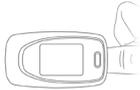

Figura 5. Posizionare il dito
- ⚠ Il dito deve essere posizionato correttamente (vedere figura 5 allegata), poiché un posizionamento errato o una posizione di contatto impropria con il sensore influenzeranno la misurazione.
● Il dito deve essere posizionato correttamente (vedere figura 5 allegata), poiché un posizionamento errato o una posizione di contatto impropria con il sensore influenzeranno la misurazione.
5.2 Aprire il sensore come mostrato in Figura 5.